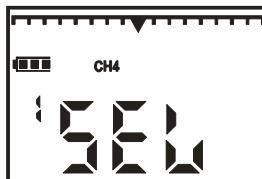

Рисунок 9.4
- кнопкой "ОТКЛ" выбрать необходимый газ (рисунок 9.4), кнопкой "ВКЛ" зафиксировать выбор, после чего газоанализатор выключается.